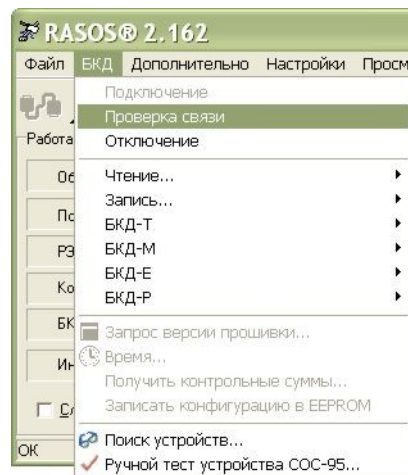

Рисунок 14
- 3) Выполнить команду «БКДПроверка связи» (рисунок 14).